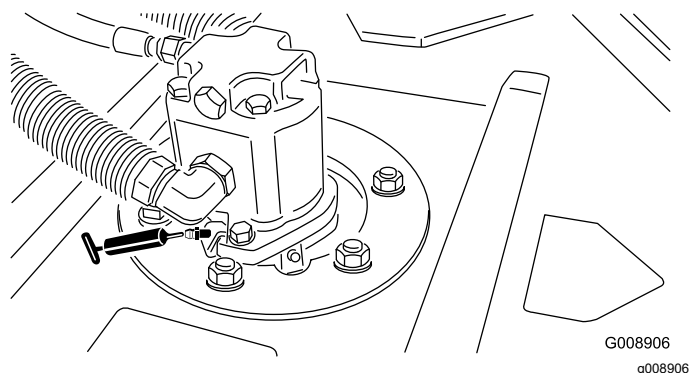

Figura 72
- Lagăre ale arborelui axului unității de tăiere (2 per unitate de tăiere) - Figura 72